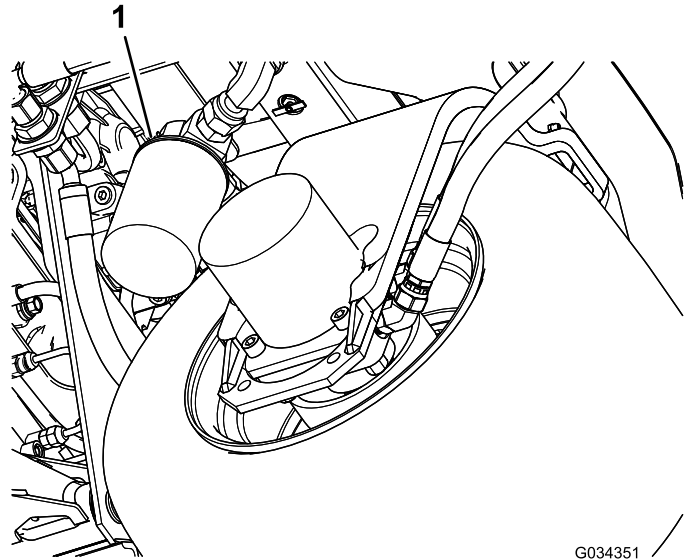

Bild 96
2. Reinigen Sie den Anbaubereich des Filters. Stellen Sie ein Auffangwanne unter den Filter (Bild 96) und entfernen den Filter.